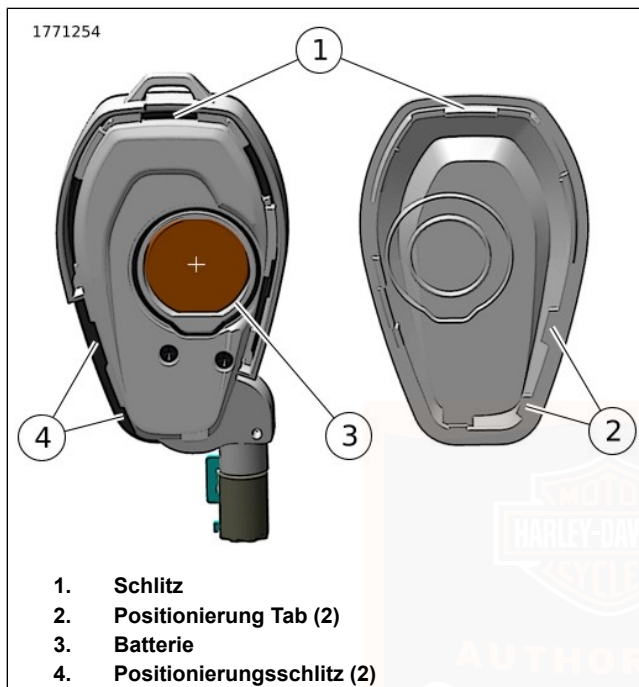

Abbildung 25. Schlüsselanhängerbatterie
- a. Siehe Abbildung 25. Die Klinge eines 3/16-Zoll-Flachkopfschraubendrehers in den Schlitz (1) einführen.
- a. Die Klinge eines 1/8-Zoll-Flachkopfschraubendrehers vorsichtig unter die Batterie (3) führen und diese anheben.
- a. Die Positionierungslaschen (2) an den Positionierungsschlitz (4) ausrichten.